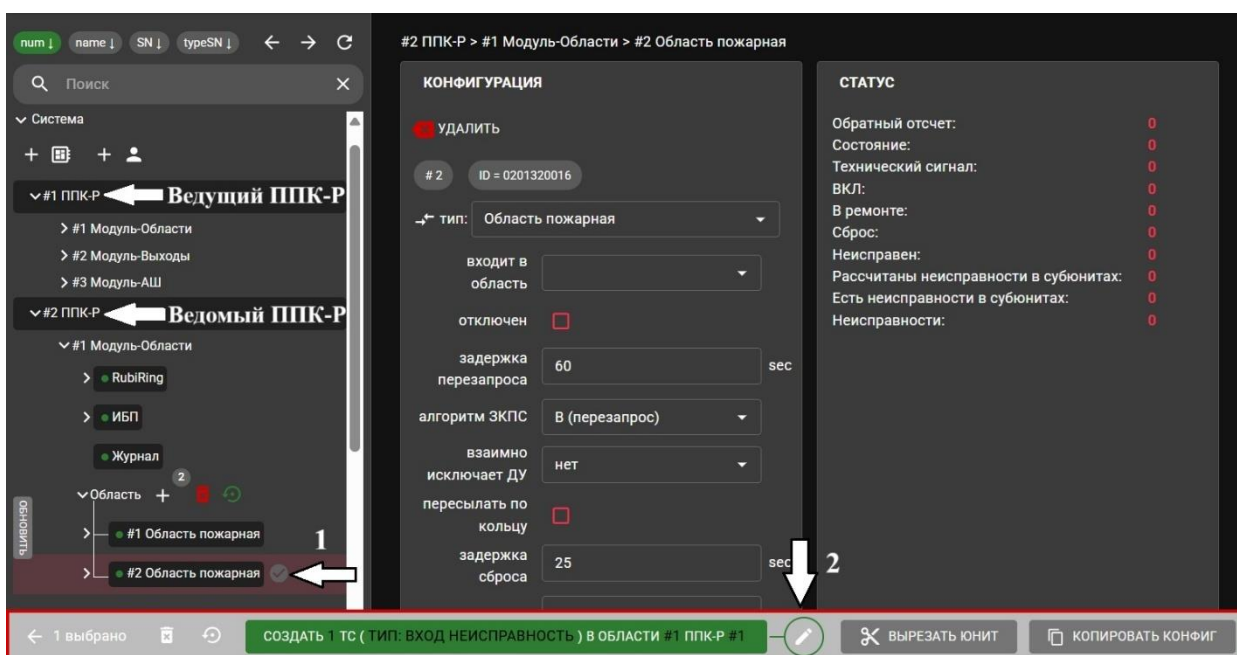

Рисунок 65
1. На принимающем (верхнем, ведущем) ППК-Р (1) и отправляющем (нижнем, ведомом) ППК-Р (2) создать необходимые **Области**. Допустим, необходимо 2-ю область второго ППК-Р как ведомую привязать к 1-й области первого ППК-Р.
2. Нужно нажать на область нижнего ППК-Р (2), которая будет, ведомой. При этом появится панель создания ТС нижней части конфигуратора (Рис. 65).